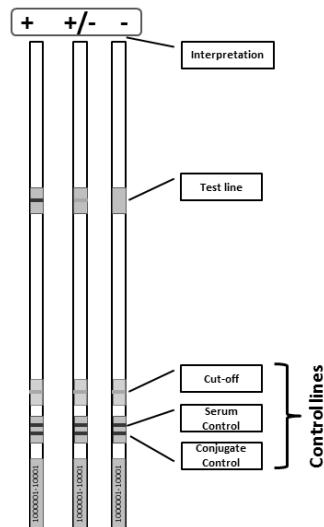
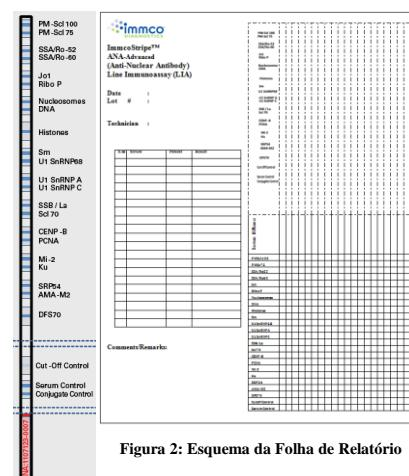

Figura 1: Esquema das tiras LIA reagidas com uma linha de teste.
Figura 2: Esquema da Folha de Relatório
- Conforme marcado na Figura 1, as linhas de controlo do soro e conjugado devem ser claramente positivas, indicando uma experiência bem-sucedida. O corte é uma linha ligeira com variação de intensidade com base nas condições experimentais. O esquema na Figura 1 apresenta um exemplo de uma linha de teste. No ANA Advanced LIA (Figura 2) existem 22 linhas de teste e 3 linhas de controlo. O desenvolvimento da linha de teste depende da amostra. Podem ocorrer reações positivas em diversas intensidades, desde fracas a fortes. **As reações fracas devem ser comparadas com a intensidade da linha de corte dentro da tira.** As reações que forem nitidamente mais escuras ou mais densas do que a intensidade da linha de corte devem ser consideradas positivas.
O ANA Advanced LIA é capaz de detetar autoanticorpos para os抗ígenos seguintes: PM-Scl100, PM-Scl75, Ro-52, Ro-60, Jo-1, Ribo-P, Nucleossomas, ADN, Histonas, Sm, U1RNP68, U1RNP A, U1RNP C, SS-B/La, Scl-70, Cenp-B, PCNA, Mi-2, Ku, SRP-54 e AMA-M2 e DFS70 (LEDGF). Consulte a Figura 2 para as posições do抗ígeno individual e da linha de controlo.